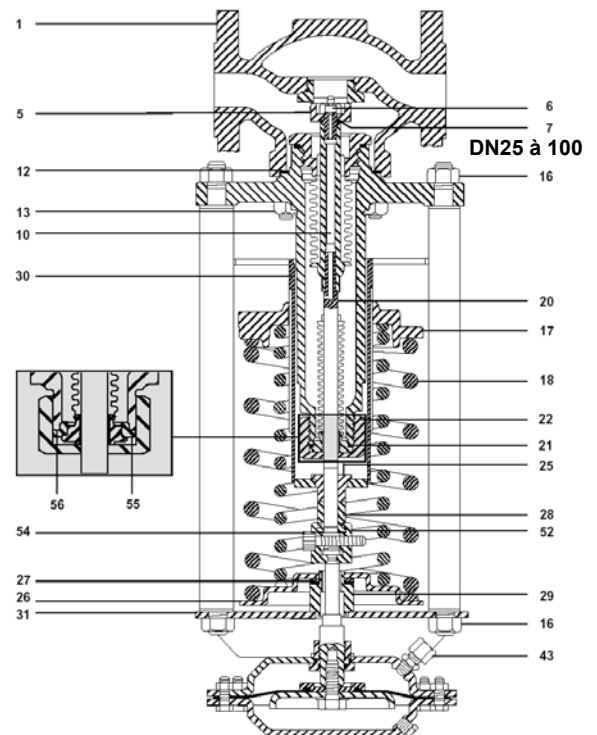

Fig. 10 DN25 à DN50
3.4.2. Remplacement du ressort de réglage (Fig.10)
3.4.3. Remplacement du soufflet d'étanchéité (Fig. 10)